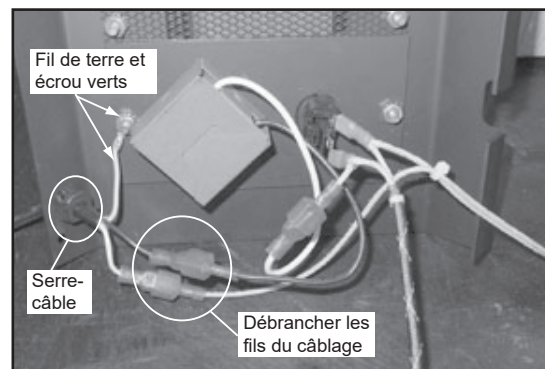

Figure 22.1
1. Retirez la borne verte de mise à terre et décrochez le neutre (blanc) et les câbles électriques du reste de l'harnais (**Figure 22.1**).